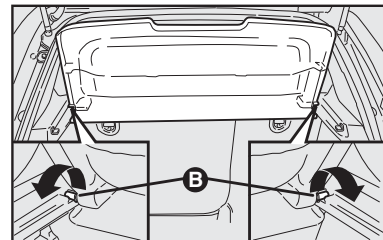

fig. 102
2) Desencaixar os pinos de articulação da cobertura do porta-malas **B-fig. 102** de suas sedes e removê-la.